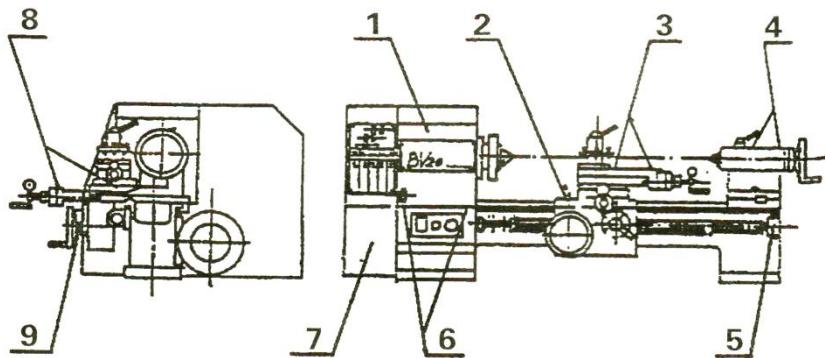

图9 机床润滑图
6、按本说明书润滑要求（图 9）对各处加油进行充分润滑，
七、机床润滑（参阅图9）